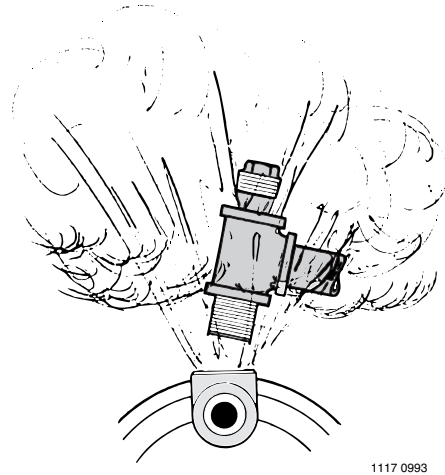

**Figure 5 : Remplir la pompe avant de commencer**
- 3 ° Remplir d'eau la pompe et le tuyau d'aspiration (Fig. 5).